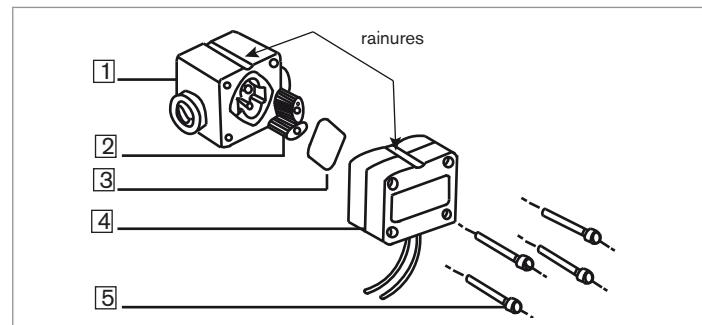

Fig. 7 : Éclaté de l'appareil
- Desserrer les 4 vis (repère 5 Fig. 7) et retirer le couvercle avec module électronique (repère 4 Fig. 7).
- Retirer le joint (repère 3 Fig. 7).
- Retirer les roues (repère 2 Fig. 7).
- Remettre le couvercle (repère 4 Fig. 7) en alignant la rainure du couvercle avec celle du boîtier.
- Serrer les 4 vis (repère 5 Fig. 7) avec précaution et en croix pour ne pas endommager le boîtier, avec un couple de serrage de :